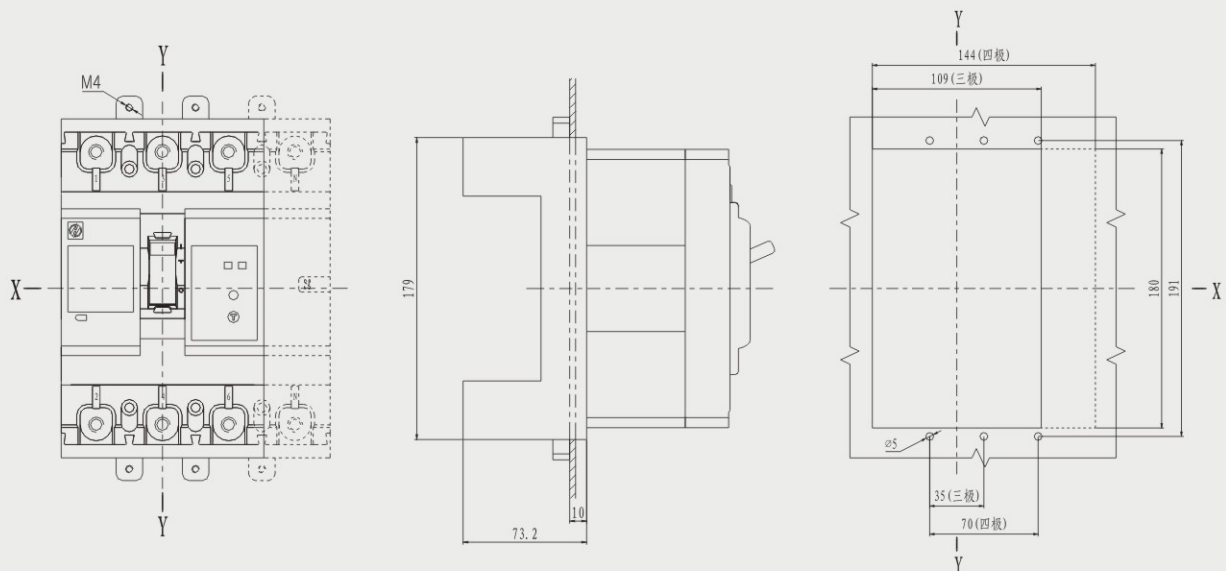

图11
10. HSL6-250 (H、L) 插入式板后接线 (大开孔式) 外形及安装、开孔尺寸 (三极、四极) 见图11